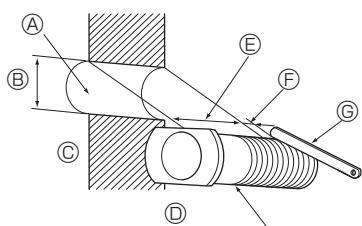

Fig. 3-6
3.4.1. Perçage des trous (Fig. 3-6)
- ① Percez des trous de ø 65 ou ø 75 mm de diamètre et de 5–7 mm de profondeur environ légèrement inclinés vers le bas et vers l'extérieur de la pièce.
② Insérez les manchons d'ouverture murale dans les trous.